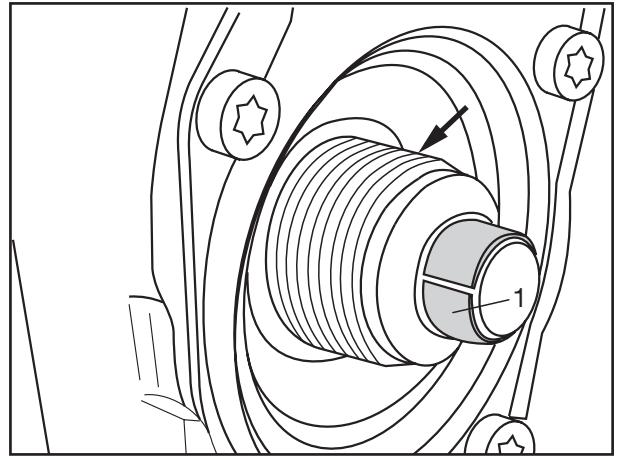

Fig. 10
[16] Vor dem Einbau der Druckstücke mit Faltenbalg, Gewinde der Gewinderohre mit Renolit HLT2 einstreichen (Fig. 10/Pfeil).
[18] Neue Lagerbuchse (Fig. 10/1) auf den Ansatz des Gewinderohres montieren.
- [16] Before installing the thrust pieces with bellow, rub Renolit HLT2 into the threads (Fig. 10/ arrow).
- [18] Fit the new bearing bush (Fig. 10/1) onto the start of the threaded tube.
- use the tool without the middle extension (2), if the brake caliper is fitted.
- [16] Avant le montage des pièces de pression avec soufflet, enduire le filet des axes de maintien de Renolit HLT2 (Fig. 10/Flèche).
- [18] Monter un coussinet de palier neuf (Fig. 10/1) sur l'extrémité de l'axe de maintien.
- étrier de frein monté, utiliser l'outil sans rallonge intermédiaire (2).